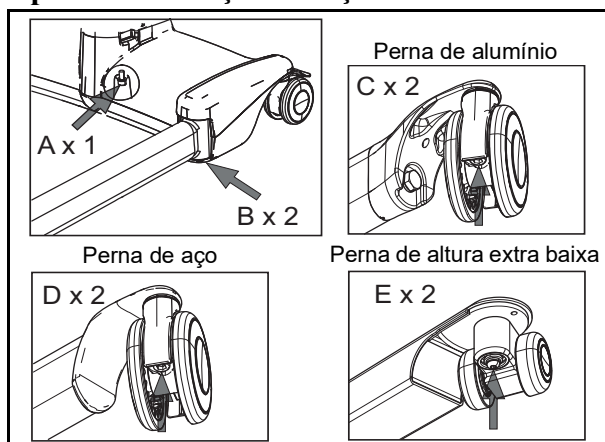

Fig. 8
- (a) Chassi para a ligação da coluna (x 1): 48-52 N•m (36-39 lbf•ft) Consulte a Fig. 8, item D x 1.
- (b) Parafusos do eixo das pernas do chassi (x 2): 20-25 N•m (15-18 lbf•ft). Consulte a Fig. 8, item B x 2.
- (c) Rodas para as pernas do chassi (Alumínio - x 2): 15-20 N•m (11-15 lbf•ft). Consulte a Fig. 8, item A x 2.
- (d) Rodas para as pernas do chassi (Aço - x 2): 35-40 N•m (26-30 lbf•ft) Consulte a Fig. 8, item C x 2.
- (e) Roda para as pernas do chassi (Altura extra baixa - x 2): 6-8 N•m (4,5-6 lbf•ft) Consulte a Fig. 8, item E x 2.